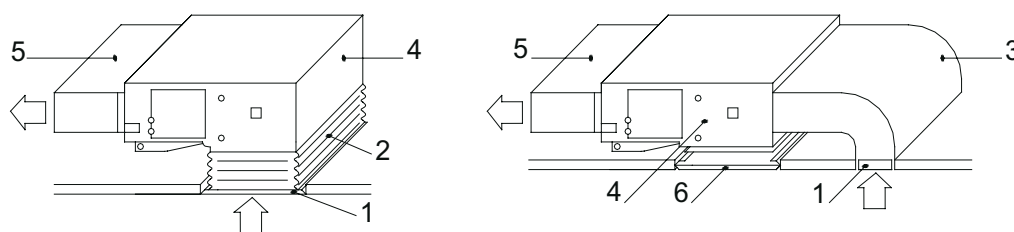

Fig.12
e. La procedura di installazione può essere scelta in considerazione delle condizioni dell'edificio, della manutenzione, ecc., come mostrato in Fig.12.